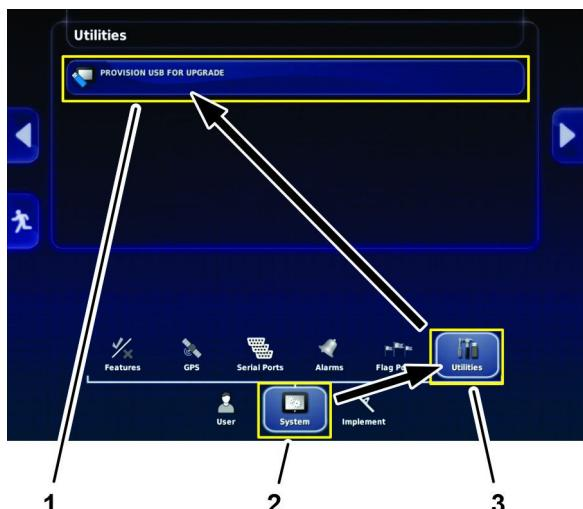

Figura 20
4. En la pantalla de configuración, pulse el ícono SISTEMA y el ícono UTILIDADES (Figura 20).
5. En el cuadro de diálogo Utilidades, pulse el ícono APROVISIONAR USB PARA LA ACTUALIZACIÓN (Figura 20).